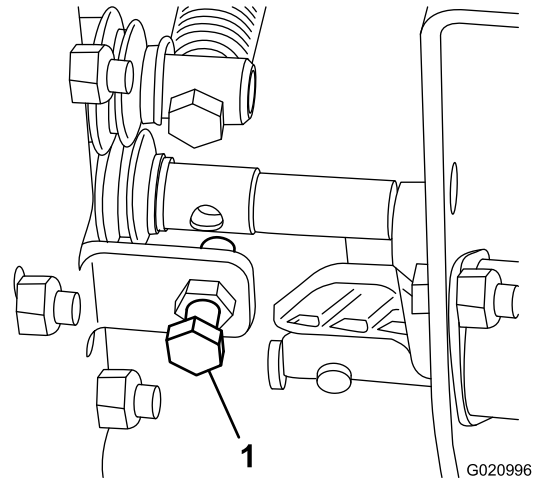

Figure 17
- Si la vitesse de levage de la machine est insuffisante ou excessive, ajustez le boulon comme indiqué à la Figure 17.